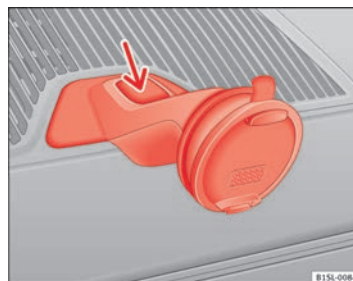

Fig. 126 Desmonte el alojamiento del navegador.
- Pulse la tecla de desbloqueo del alojamiento ⇒ fig. 126 (flecha).